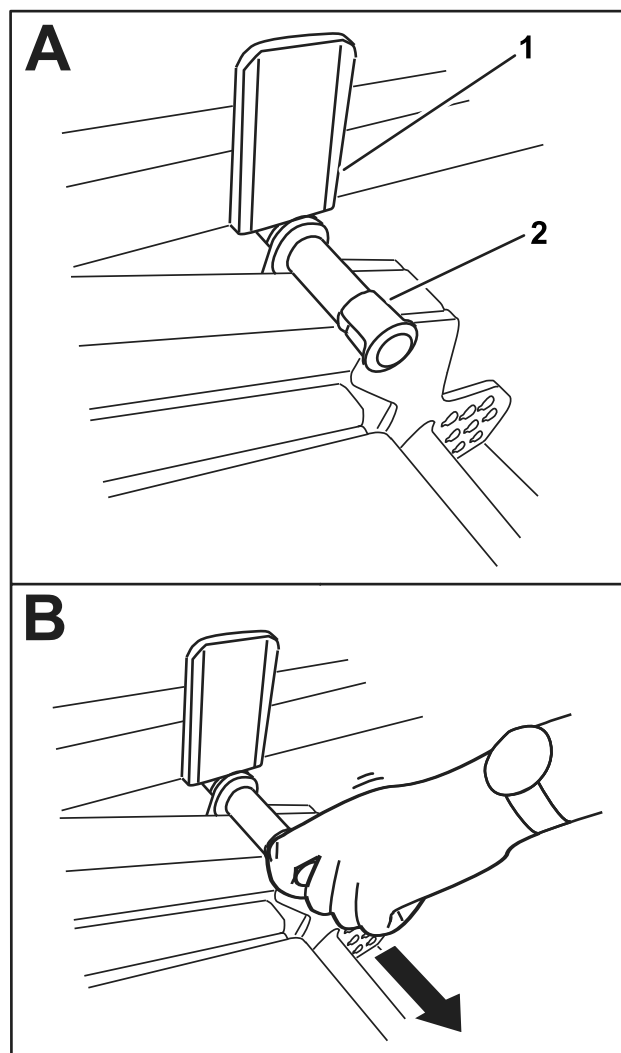

Рисунок 40
2. Медленно поверните режущий блок вниз до контакта штифта с пластиной подъемного рычага (А на Рисунок 40).
3. Нажмите ногой вниз на режущий блок и затем выньте штифт (В на Рисунок 40), чтобы режущий блок мог установиться в положение ТРАНСПОРТИРОВКИ.